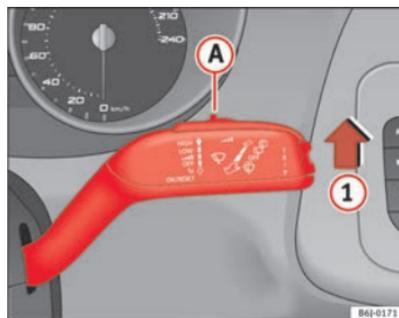

Fig. 61 Levier d'essuie-glace
- Amenez le levier des essuie-glaces en position ① ⇒ fig. 61.